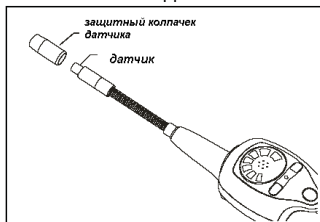

Рис. 6
1. При отключенном питании (положение **Выкл/ OFF**) снимите защитный колпачок с гибкого зонда течеискателя (рис.6).